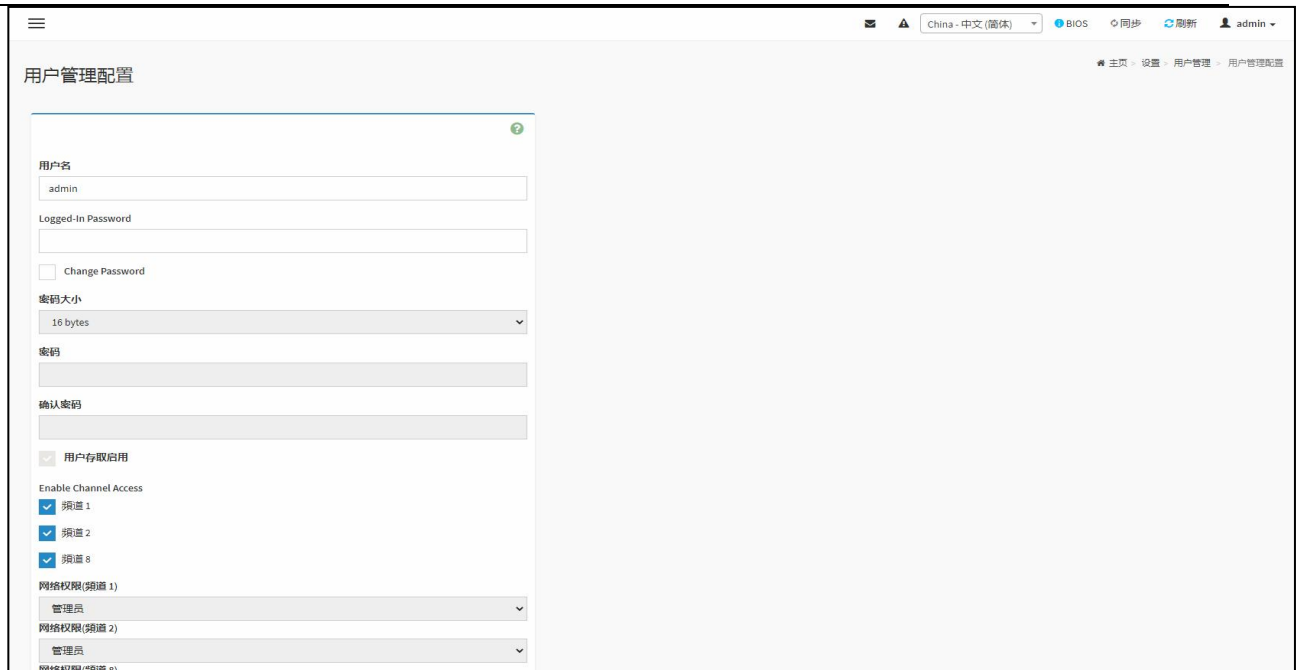

图 5.7-75：用户管理配置
1. 若要修改现有用户，请单击“活动用户”上的选项卡。这将打开一个用户屏幕，如图 5.7-75